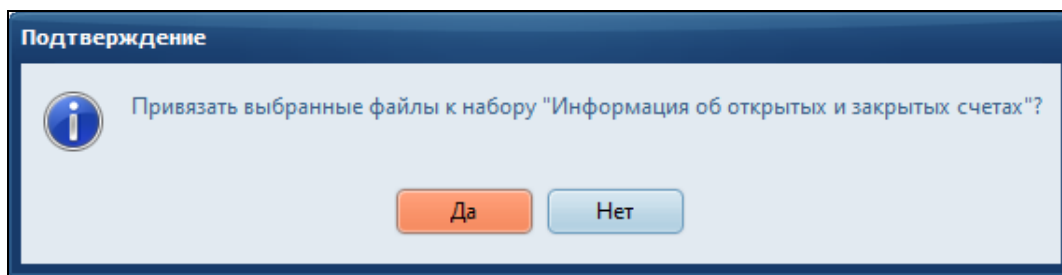

Рисунок 37 – Подтверждение привязки файлов к набору данных
- 4) Подтвердить привязку выбранных файлов электронной информации к указанному набору данных (Рисунок 37).